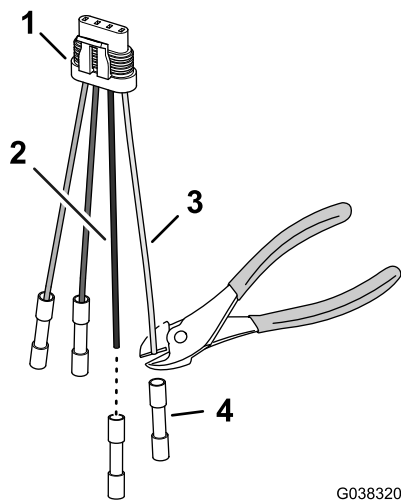

Figure 37
- Coupez les connecteurs à épissure bout à bout du fil rose et des fils noirs de l'adaptateur à 4 broches (Figure 37).